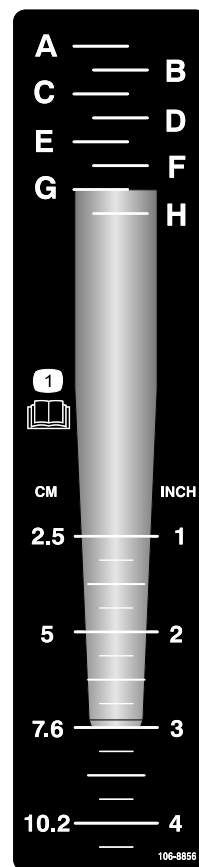

図 23
- 図 23 のように、使用するタイヤの先端を、深さ表示ステッカーに表示されている希望深さに合わせる。
- タイヤの取り付け側に一致している英文字を確認する 図 23。深さ調整でその英文字の深さに調整する。